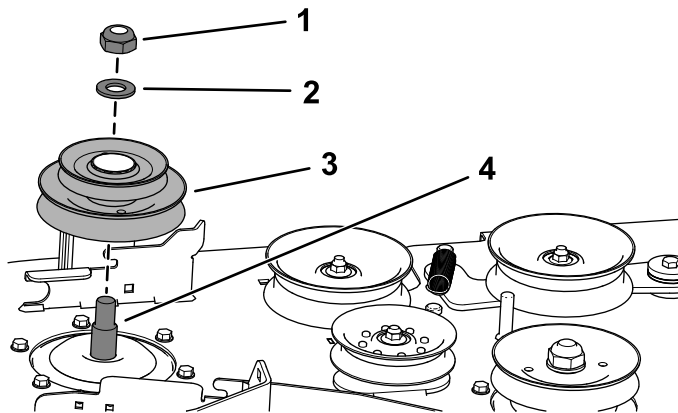

図 28
- A. ロックナット¾"とワッシャで、新しいダブルプーリを右側スピンドルシャフトに固定する 図 28。